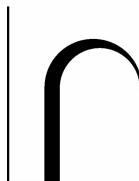

图 4-22 绘制圆弧
(3) 绘制半径为 5 mm 的圆弧, 设置起点线宽为 1, 终点线宽为 0, 如图 4-22 所示。